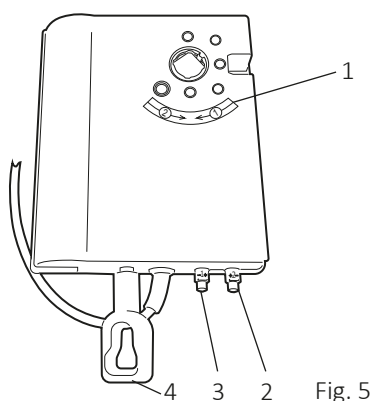
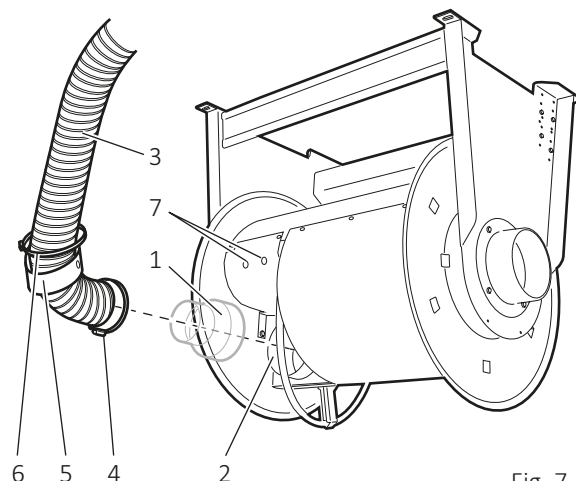

Fig. 5
Fig. 7
3. Kontrollera att motorns rotation överensstämmer med märkning (1, Fig. 5), på både motor och strömställare (exempelvis ASEM 1).
5. Eventuell reducering (1, Fig. 7) träas på slanganslutningen (2). Montera slang (3) med slangklammer (4).
6. Säkra slangen genom att först placera gummiduken (5) runt slangen. Sedan förs slangklammer (6) in igenom hålen (7) och runt gummiduken för en säker låsning.
7. Justera sedan gränsläget för inrullning med ställskruv (3, Fig. 5). Om motorn stannar innan slangen är upprullad i rätt position, justera genom att vrida ställskruven mot "+". Om motorn rullar in slangen för långt, kör ut slangen en bit och justera sedan genom att vrida ställskruven mot "-". Upprepa tills gränsläget blir rätt.
I strömlöst läge dras det manuella reglaget (4, Fig. 5) ut för rotation in eller ut av slang.